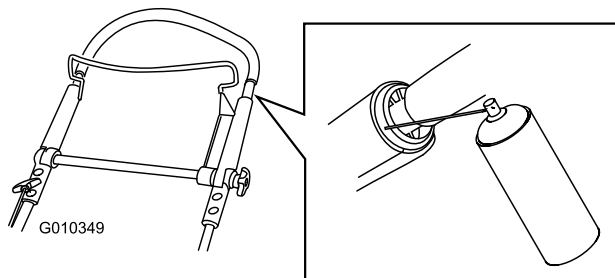

Figura 42
1. Spruzzate il prodotto sull'estremità esterna di plastica della parte interna della stegola (Figura 42).